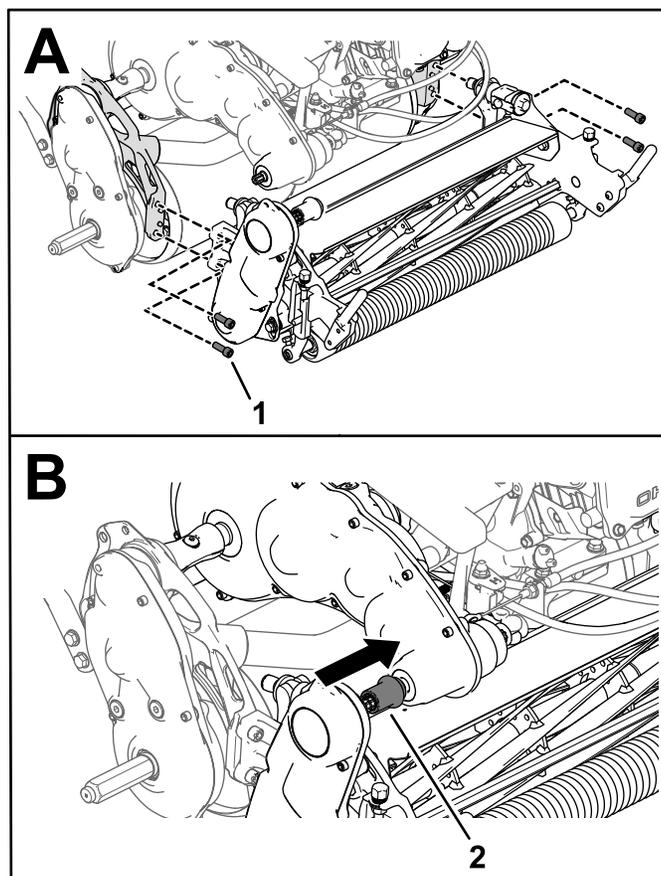

Figure 46
3. Fixez l'unité de coupe au cadre à l'aide de 4 vis à tête creuse (Figure 46).
4. Faites glisser le coupleur d'entraînement de l'unité de coupe sur l'arbre de transmission (Figure 46).